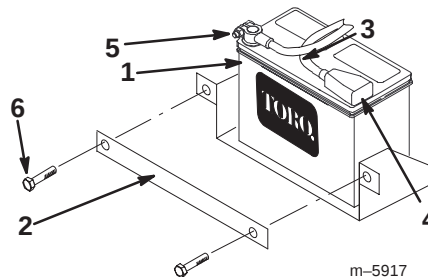

Figure 1
2. Enlevez les boulons, les écrous et la barre de fixation de la batterie (Fig. 1).
9. Fixez la batterie au châssis à l'aide de la barre, des boulons et des écrous retirés précédemment (Fig. 1).
10. Connectez le câble positif (rouge) à la borne positive (+) de la batterie à l'aide du boulon et de l'écrou fournis avec la batterie (Fig. 1). Glissez le capuchon de caoutchouc sur la borne de la batterie.
11. Connectez le câble négatif (noir) à la borne négative (-) de la batterie à l'aide du boulon et de l'écrou fournis avec la batterie (Fig. 1).